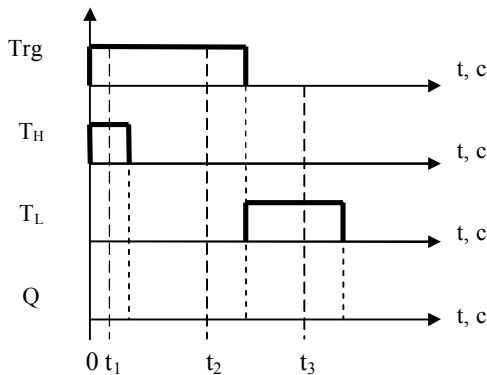

Рис. 11. Временная диаграмма функции Задержка включения и выключения
3. Функция **Задержка включения и выключения**. Сформируйте схему управления, содержащую блок **Задержка включения и выключения**, вход и выход. Задайте время задержки включения $T_H = 30$ с, время задержки выключения $T_L = 40$ с. По результатам исследования достройте временную диаграмму блока (рис. 11) и определите состояние выхода в моменты времени t_1 , t_2 и t_3 .